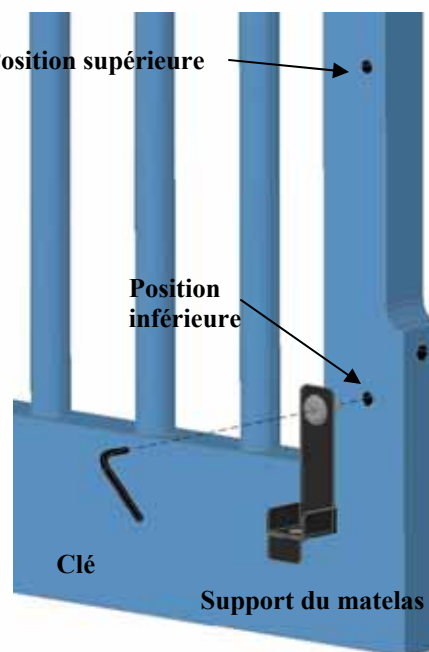

Figure 14.
- Enlever les supports de la plate-forme et les placer sur la position basse. Voir figure 14.